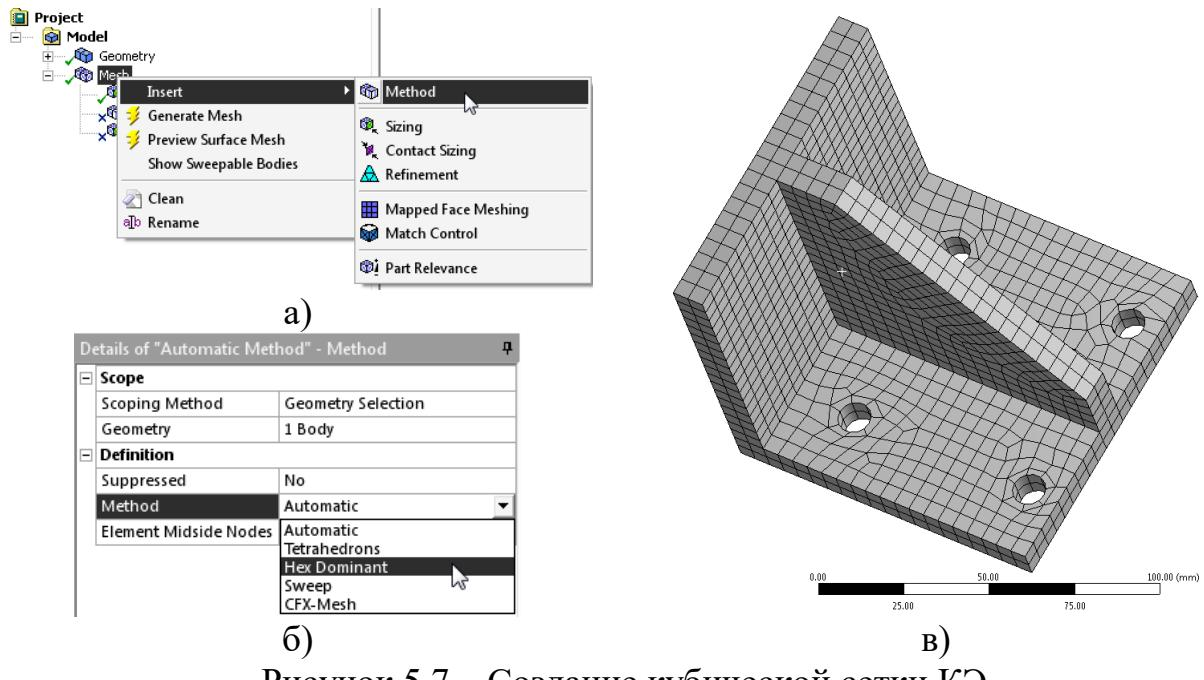

Рисунок 5.7 – Создание кубической сетки КЭ
- 7) Сетка конечных элементов (КЭ) создана, но желательно приблизить форму конечного элемента к кубу и сгустить (сделать более мелкую сетку) во **внутренних** углах и на кромках отверстий (будущих областях закрепления). Зададим условие «кубичности» КЭ. Для этого следует нажать **правой** клавишей мыши по пункту «Mesh» («сетка») и выбрать цепочку команд «Insert» – «Method» («Способ создания сетки»), рисунок 5.7, *a*. Щелкнуть по детали, и далее по кнопке «Apply» («Применить») в нижнем меню «Details of “Automatic Method” – Method».
Далее раскрыть пункт нижнего меню «Method» и вместо «Automatic» выбрать опцию «Hex Dominant» («Предпочтительно кубические»), рисунок 5.7, *б*.